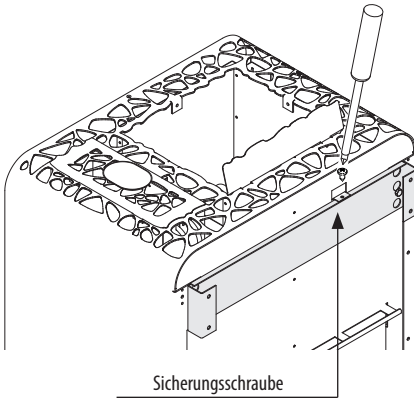

Abb. 9
- Den Saunaofen mittels Blechschraube durch die am hinteren Ofenrand befindliche Bohrung an der Wandhalterung sichern (Abb. 9).